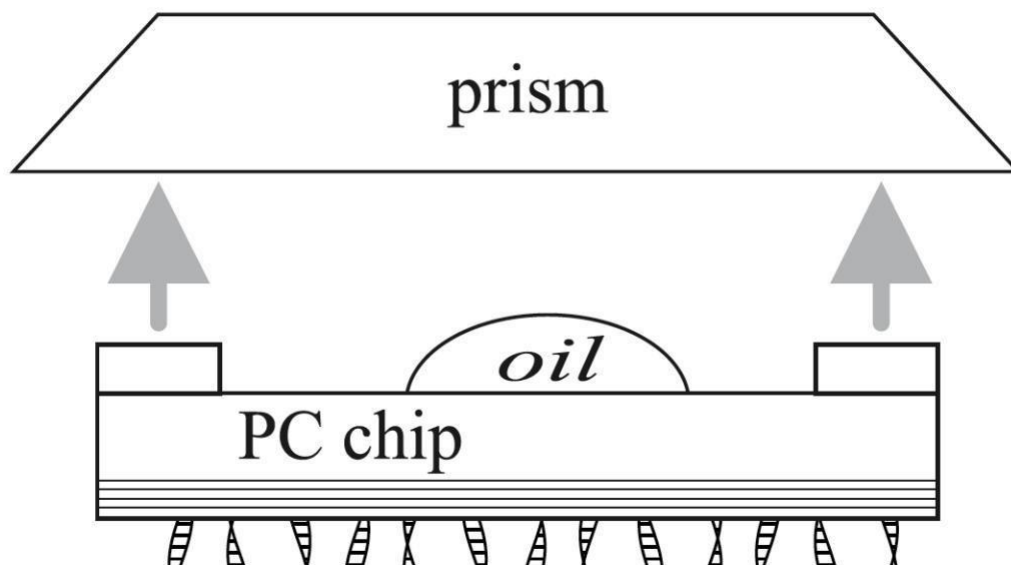

Рисунок 5. Прикрепление сенсорного чипа к призме (с каплей масла высокой вязкости).
2) Нанесите одну *маленькую* каплю масла (диаметром 3-5мм) на противоположную сторону сенсорного чипа (с двумя белыми полосками) и прижмите его к стеклянной призме в оптическом блоке биосенсора (см. Рис. 5).